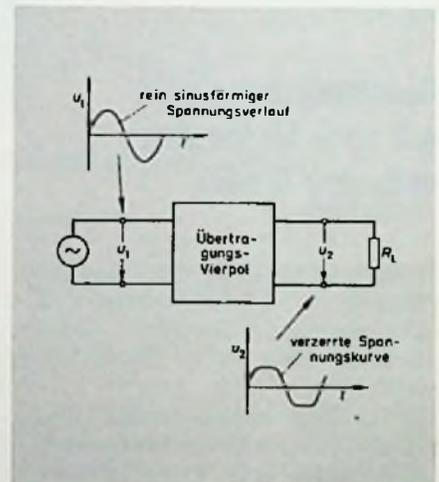

Bild 1. Hat ein Übertragungs-Vierpol eine nichtlineare Übertragungs-Charakteristik, so entstehen Oberwellen, die das Ausgangssignal verzerren
Legt man eine rein sinusförmige Spannung als Prüfsignal an den Eingang eines Übertragungs-Vierpoles (Bild 1), so gibt die Kurvenform des Signals am Ausgang dieses Vierpoles einen Hinweis auf die Linearität der Übertragungs-Charakteristik. Ist die Kurvenform der Ausgangsspannung ebenfalls rein sinusförmig, so liegt keine Signalverfälschung vor, die Übertragungs-Charakteristik des Vierpoles ist streng linear.
ordnung zwischen der Auswirkung des nichtlinearen Verhaltens einer Schaltung nach Bild 1 und dem Eingangssignal. Das rein sinusförmige Eingangssignal stellt übertragungstechnisch gesehen das Nutzsignal dar. Bei nichtsinusförmiger also verzerrter Ausgangsspannung wäre aber nur die Grundwellenspannung das Nutzsignal am Ausgang der Übertragungsstrecke. Die in der Ausgangsspannung enthaltenen Oberschwingungen sind dagegen unerwünschte Störsignale, die wegen dem nichtlinearen Verhalten des Übertragungsvierpols erzeugt werden. Die Definition des Klirrfaktors nach Gl. (1) läßt sich dann auch so ausdrücken: